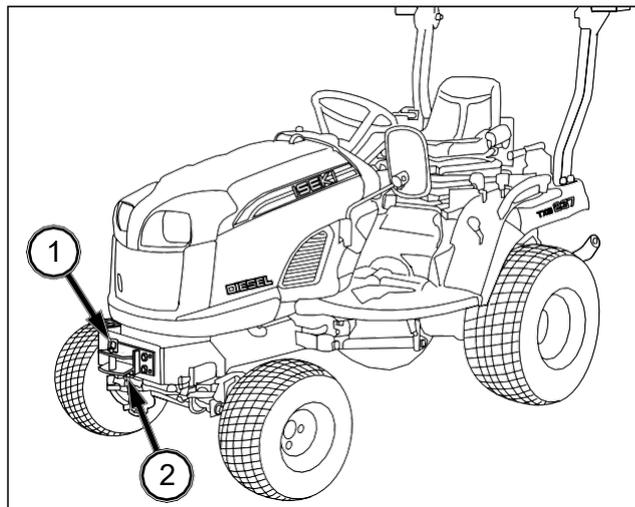

FIG. 95
FIG. 95: Enganche la cuerda al dispositivo de enganche delantero (1). La distancia entre el vehículo de remolque y el tractor debe ser inferior a 5 m. Ponga la palanca de selección de rango en punto muerto. Libere el freno de estacionamiento.